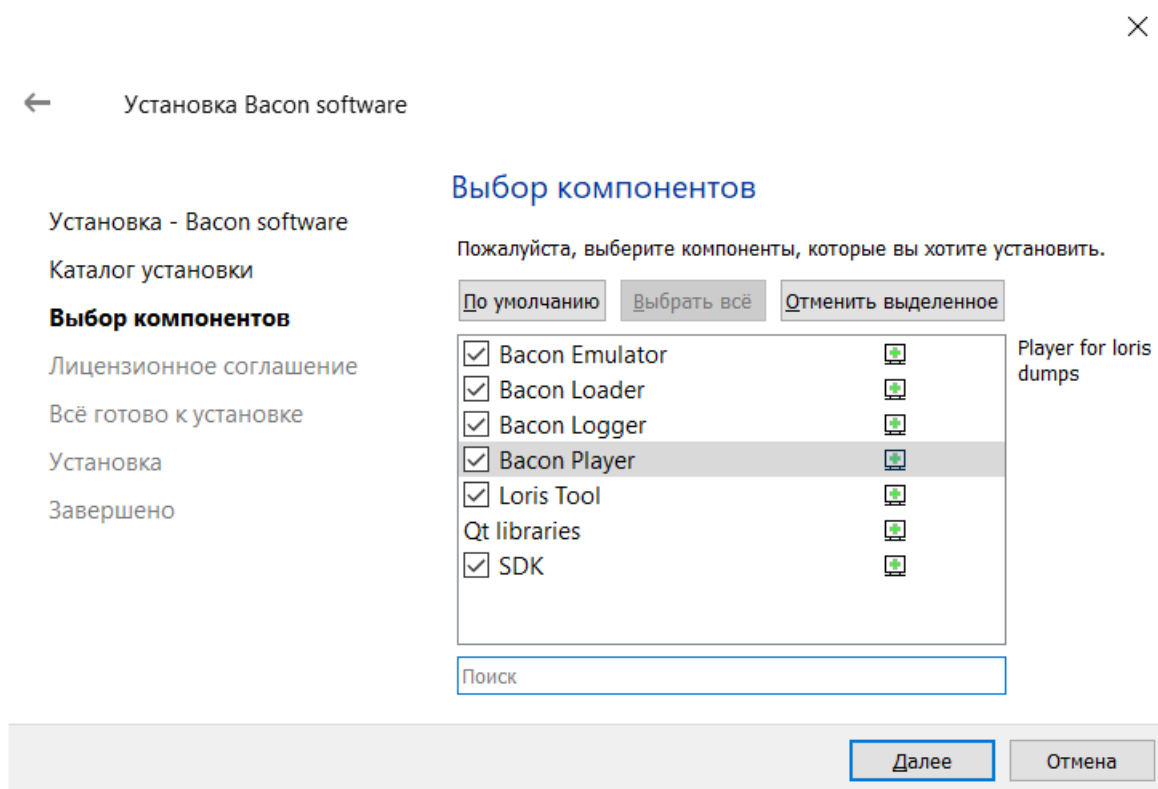

Рисунок 3.3 — Установка Программы. Выбор компонентов для установки
3) выбрать компоненты для установки (рисунок 3.3)